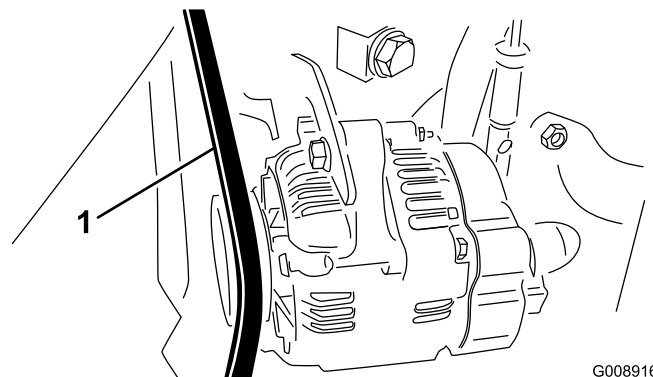

Figura 66
2. Verificate la tensione premendo sulla cinghia dell'alternatore/ventola, nel punto intermedio tra l'alternatore e le pulegge dell'albero a gomito con una forza di 30 Nm (Figura 66).